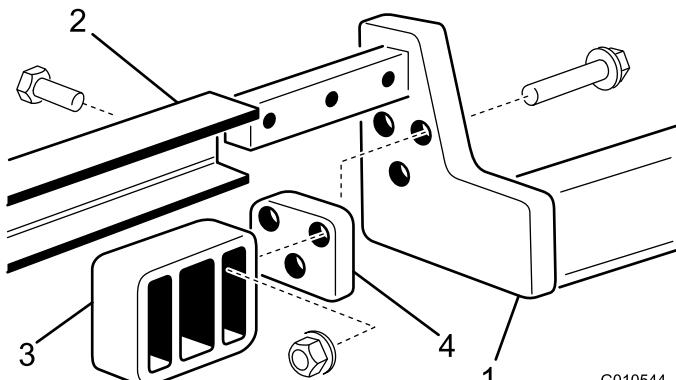

図 6
3. 各昇降アームに後クレードルを取り付ける；ボルト（ $3/8 \times 2$  インチ）3本、スペーサ、フランジナットを使い、図 6 のように取り付ける。
4. キャリアフレームを昇降アームに差し込み、取り付け穴を整列させる。キャリアフレームの左右の側を昇降アームに固定する；ボルト（ $1/2 \times 1\text{-}1/2$  インチ）3本を使用する。ボルトを  $95\text{-}108 \text{ N}\cdot\text{m}$  ( $70\text{-}2, 438.40 \text{ cm-lb} = 3.5\text{-}4.2 \text{ kg}\cdot\text{m}$ ) にトルク締めする（図 6）。